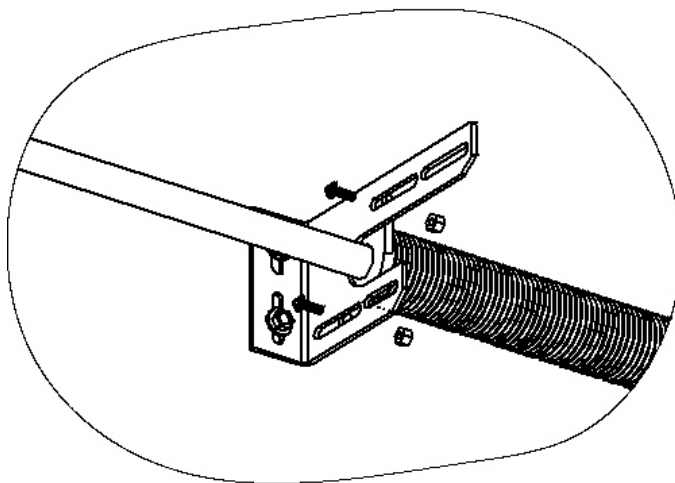

Рисунок 16. Установка универсального внутреннего кронштейна.
6.7 Прикрутите окончания пружин к универсальному внутреннему опорному кронштейну (см. рисунок 16) с помощью болтов М8х25 и гаек М8 с фланцем (*поз. 25, 26, таблица 1*).